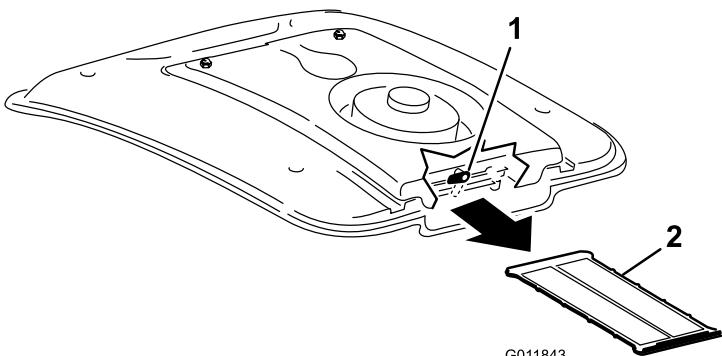

Figure 104
2. À l'arrière du support du ventilateur, tournez le verrou de côté (Figure 104).
3. Glissez le filtre de climatisation hors du serpentin (Figure 104).
4. Nettoyez soigneusement le filtre à l'air comprimé (Figure 104).